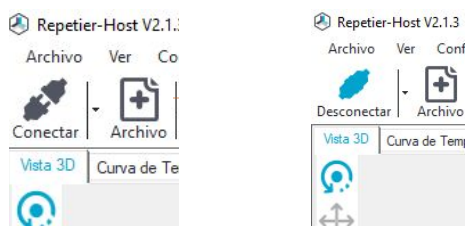

Figura 26. Conectar impresora con Repetier
1. Para imprimir con la impresora por medio del cable USB primero debemos asegurarnos que esté seleccionado el puerto correcto. (Ver aparte configurar impresora), encendemos el equipo y conectamos el cable USB al computador. Una vez la impresora esté encendida y tenga el cable USB, se ejecuta el software Repetier-Host. En la esquina superior izquierda se encuentra un icono “conectar”. Si el puerto configurado es el correcto, dando click a este ícono (Ver figura 26), el color debe cambiar de gris a azul para indicar que existe comunicación entre la impresora y el computador y el ícono se transforma como se muestra abajo.